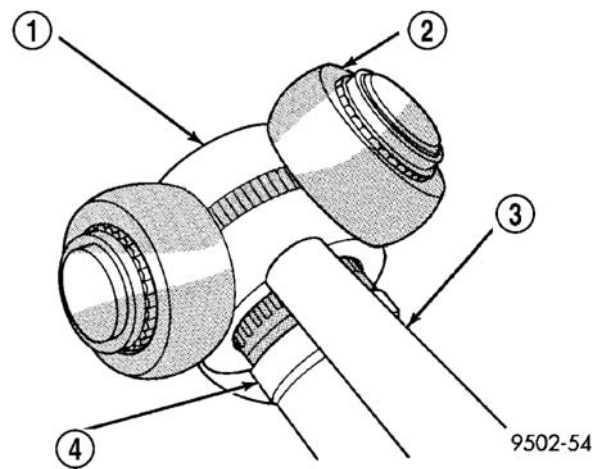

图 14 从连接轴上拆卸星形轴总成
- （7）从连接轴卸下星形轴总成。如果用手不能将星形轴总成从连接轴上卸下，可以用黄铜冲头敲击星形轴总成将其卸下（图 14）。